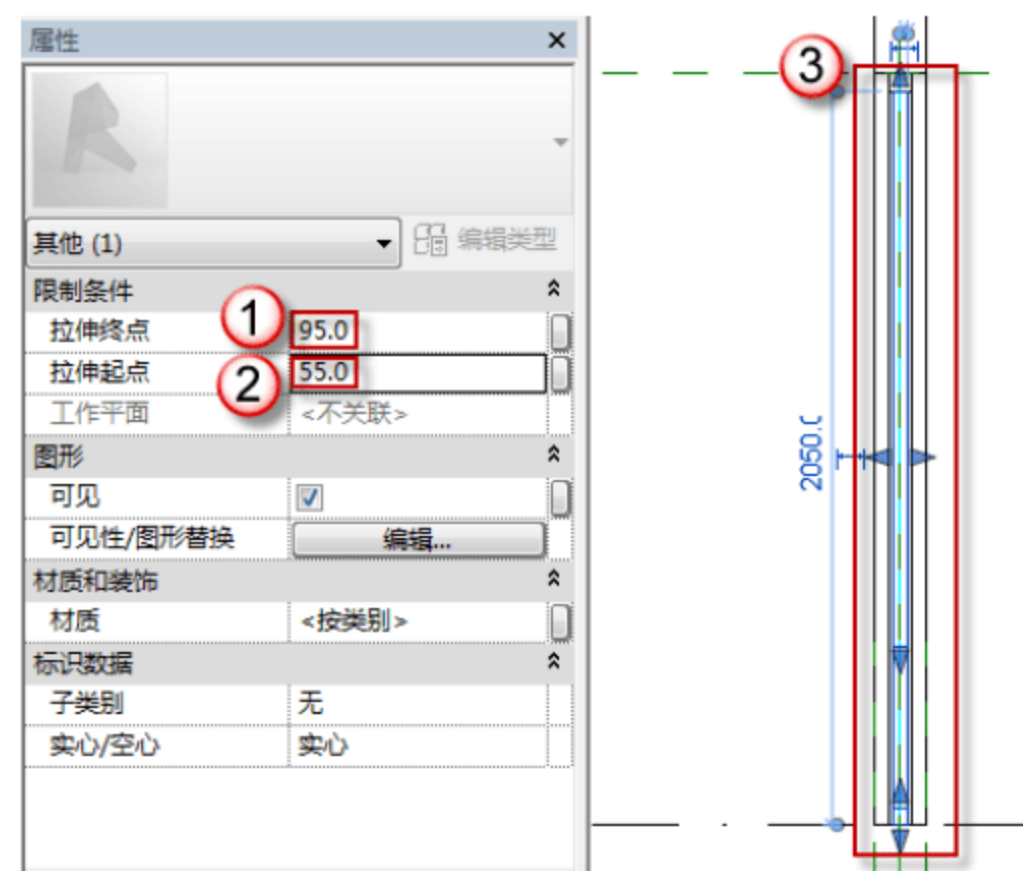

图 6.1.22 修改门板的位置及厚度
(21) 修改门板的位置及厚度。选择前面绘制好的门板，打开“属性”面板，在“属性”面板中，在“拉伸终点”中输入“95”字样，在“拉伸起点”中输入“55”字样，如图 6.1.22 所示。
(22) 修改门板的可见性。在门板的“属性”面板中，单击“图形”栏“可见性/图形替换”后的“编辑”按钮，弹出“族图元可见性设置”对话框，取消“平面/天花板平面视图”和“当在平面/天花板平面视图被剖切时（如果类别允许）”复选框的选择，单击“确